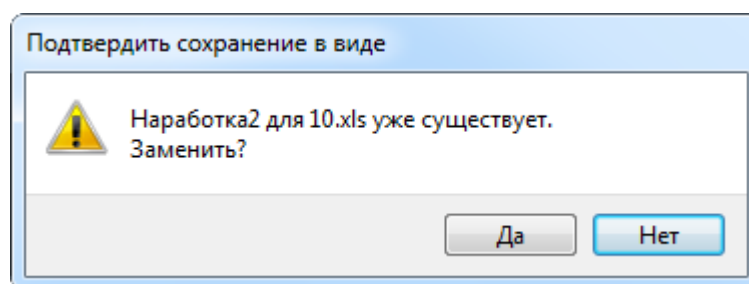

Рис. 13-241 – Подтверждение о перезаписи файла
4) Для сохранения файла нажать кнопку «Сохранить». Если файл с таким именем уже существует, выводится предупреждающее сообщение (рис. 13-241).